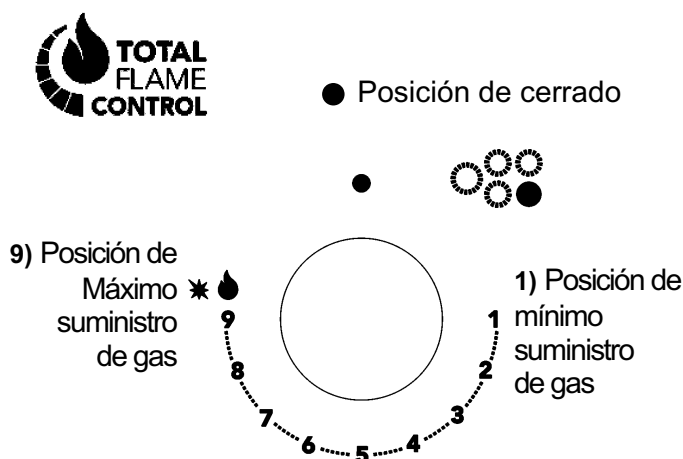

FIG. 1
Presione y haga girar en sentido contrario al de las agujas del reloj el botón giratorio correspondiente al quemador que desea utilizar hasta alcanzar la posición de Máximo  (fig. 1). A continuación, presione el mando hasta el fondo, el grifo está equipado con una escala de 9 posiciones, con cada clic la llama se reduce hasta llegar a la posición 1, es decir, el suministro mínimo de gas.
En los quemadores dotados de termopar de seguridad, gire el botón giratorio correspondiente al quemador que desea utilizar en sentido contrario al de las agujas del reloj hasta la posición de Máximo (Posición 9, fig. 1) y presiónelo al advertir un tope. Una vez encendido el quemador, mantenga presionado el botón giratorio durante unos 10 segundos. Luego siga las instrucciones para usar el tap como se explicó anteriormente.
- Ponga el botón giratorio en la posición de Mínimo una vez alcanzado el punto de ebullición (Posición 1 fig. 1).
- **el encendido de los quemadores con termopares de seguridad solo puede efectuarse cuando el mando se encuentra en la posición de Máximo (Position 9, fig. 1).**